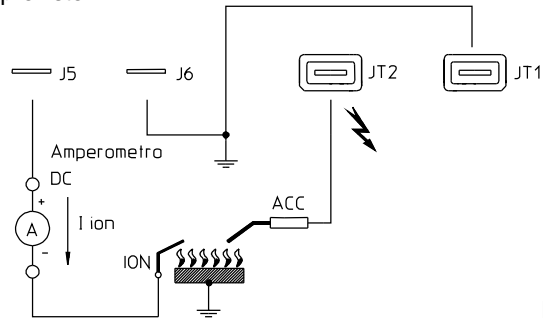

Fig.5
- il livello del segnale di fiamma sia sufficientemente elevato (vedere Fig.5 per la realizzazione della misura);